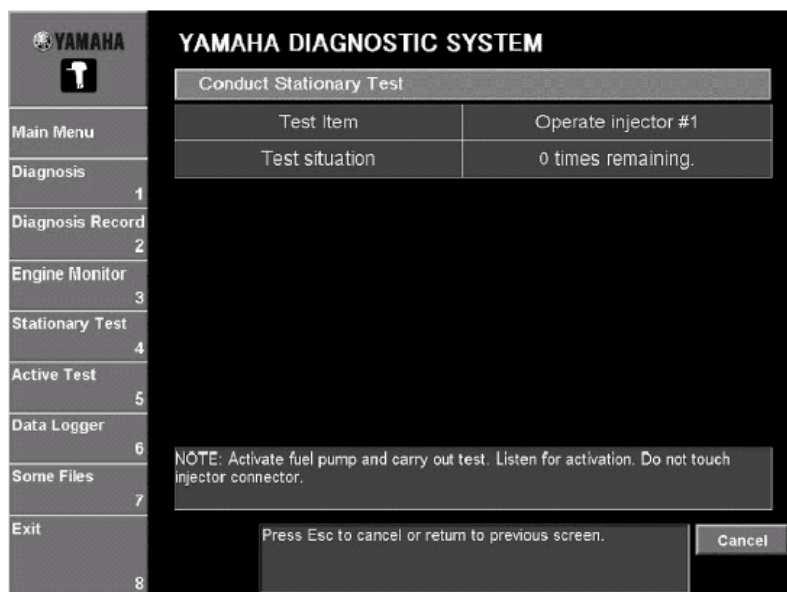

Рис. 75
5. чтобы выполнить тест снова на том же самом цилиндре, щелкните **Выполнить(Execute)** или нажмите клавишу Enter клавиатуры. Чтобы выполнить тест на другом цилиндре, щелкните **Возврат[ESC](Return[ESC])** или нажмите клавишу Esc клавиатуры, чтобы вернуться к окну, где можно выбрать различные тесты. (Рис. 75)